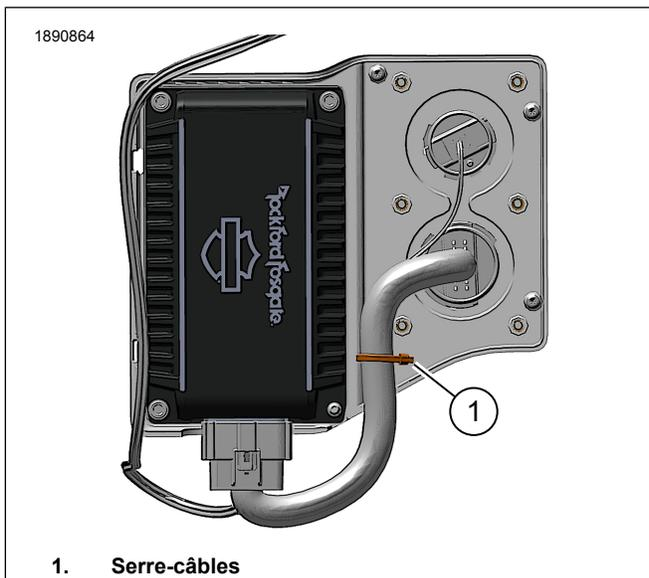

**Figure 4. Panneau de faisceau d'amplificateur**
- a. Voir Figure 4 et Figure 5. Installer le panneau de faisceau (2).
- b. Poser les vis (1). Serrer.